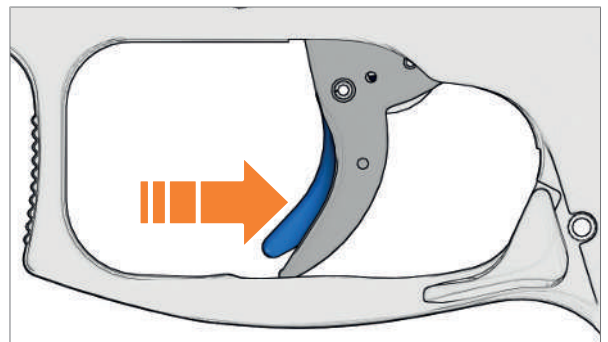

Abb. 21: Abzugssicherung nach hinten drücken
2. Abzugssicherung und Abzug nach hinten drücken (Abb. 21).